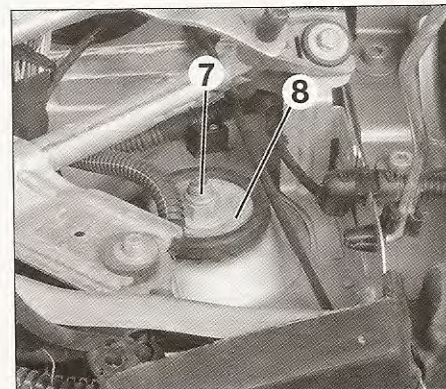

FIG. 4
- la tuerca (4) de fijación de la bieleta (5) de barra estabilizadora (6) sobre el elemento de suspensión.
- la tuerca (7) de fijación superior que retiene el elemento de suspensión (fig. 4).
- la copela (8).
- Montar los tornillos nuevos de las fijaciones inferiores (1) del elemento de suspensión y apretarlos igualmente al par (disponiendo la llave dinamométrica sobre la tuerca y sujetando el tornillo).
- Bloquear la tuerca de fijación superior (7) del elemento de suspensión (fig. 4).